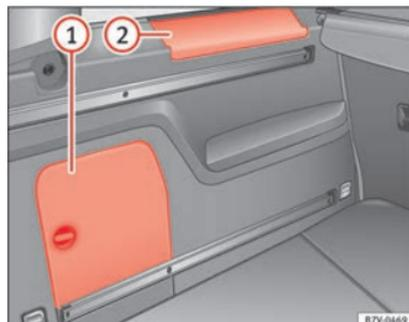

Fig. 186 Dans le coffre à bagages : rangement latéral.
Sur le côté du coffre se trouvent d'autres rangements » **fig. 186** ① et ②. Pour ouvrir le